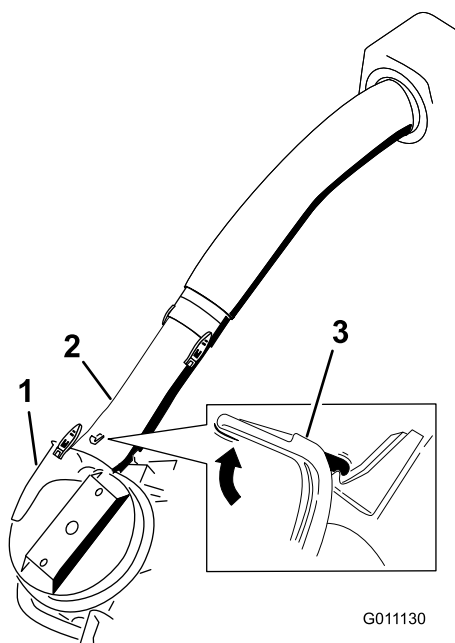

Figura 26
9. Deslize o tubo inferior para o conjunto do soprador e tranque-os juntos (Figura 26).